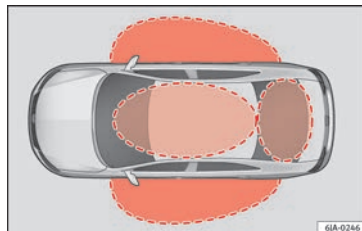
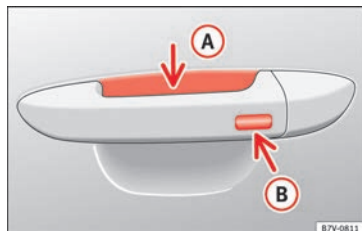

Bild 122 Keyless Access lås- och tändnings-system: I närheten av bilen
Bild 123 Keyless Access-system för låsning och tändning: sensoryta **A** för upplåsning på dörrhandtagets insida och sensoryta **B** för låsning på handtagets utsida
Keyless Access är ett nyckelfritt lås- och tändningssystem för att låsa upp och låsa bilen utan att aktivt använda nyckeln. För att göra det räcker det att en giltig bilnyckel finns i området » **bild 122** nära bilen och att vidröra en av sensoryorna på dörrhandtagen eller att manövrera tryckknappen på bakluckan » **bild 123**.
Om en nyckel finns i närheten av bilen » **bild 122** ger lås- och tändningssystemet Keyless Access åtkomst för nyckeln när någon av sensoryorna på dörrhandtagen vidrörs eller om tryckknappen på bakluckan manövreras. Följande funktioner finns då tillgängliga utan att man behöver använda bilnyckeln aktivt:
- Ta i dörrhandtaget. Ta i dörrhandtaget. När du gör detta vidrörs sensorytan » **bild 123** (A) (pil) på handtaget och bilen låses upp.
När bilen är låst låses bakluckan upp automatiskt när den öppnas om » **bild 122** det finns en giltig bilnyckel i närheten.
För att **stänga** alla elektriska fönsterrutor, soltaket och det elektriska, lutande panoramataket med komfortfunktionen, håll dina fingrar på sensorytan » **bild 123**  i några sekunder som finns på den yttre delen av handtaget på passagerar- eller förarsidan tills fönstren och taket stängs.